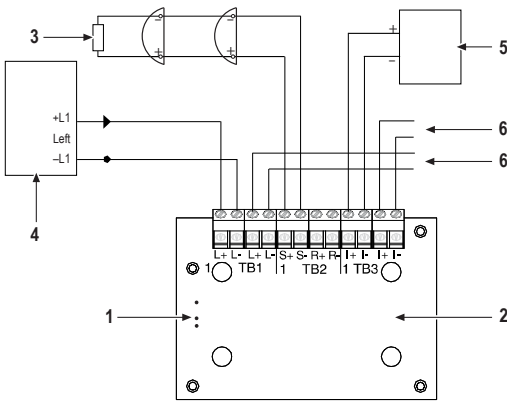

Fig. 4 Diagrama de conexões simplificado mostrando sirenas conectadas em um circuito derivado.
- 7) Para las configuraciones de cableado típicas del FC410SNM (véanse las Fig. 4, 5 y 6).